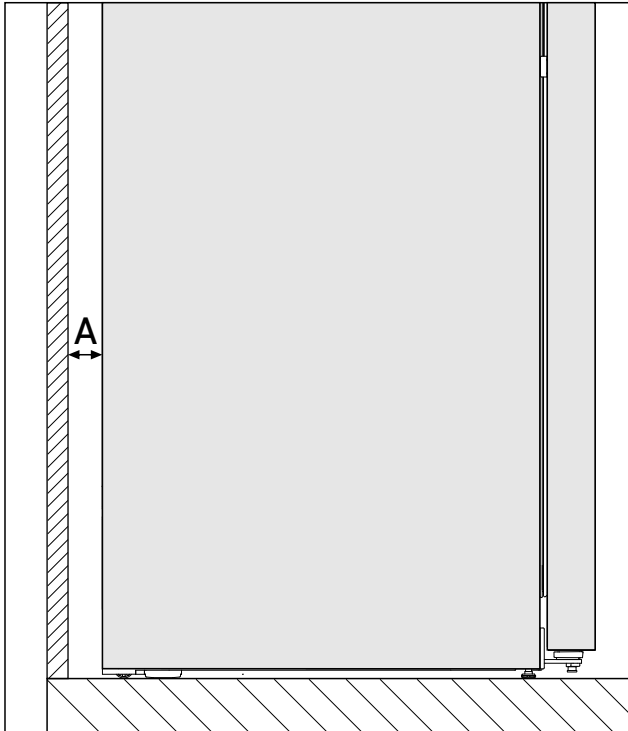

Fig. 3 \*
Енергоспоживання було визначено на відстані Fig. 3 (A) між задньою стороною пристрою та стіною. Якщо відстань від стіни становитиме менше ніж Fig. 3 (A), це не впливатиме на працездатність приладу, однак за меншої відстані енергоспоживання дещо збільшується.\*